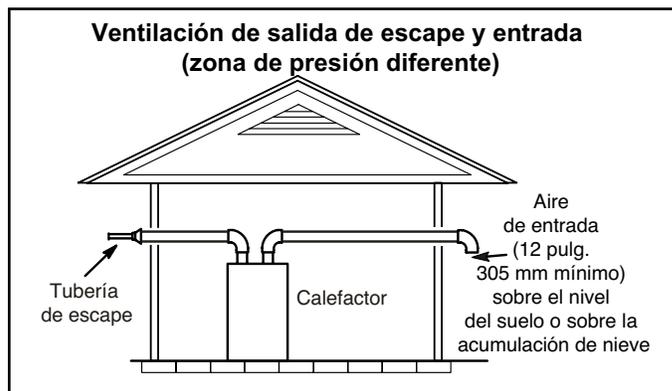
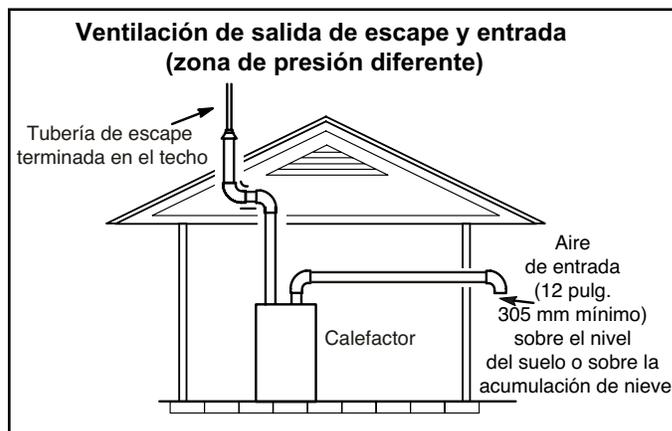

FIGURA 31
FIGURA 32
- 1 - Las terminaciones de entrada y de escape no tienen que estar en la misma zona de presión. Usted puede sacar la entrada en un lado de la estructura y el escape en el otro lado (FIGURA 31). Usted puede sacar el escape por el techo y la entrada por el costado de la estructura (FIGURA 32).
- 2 - Use un destornillador grande de punta plana o una extensión de la boquilla de accionamiento de 1/2" y retire el tapón (Figura 31) de la caja del cabezal del extremo frío en la ubicación apropiada en el costado de la unidad. Instale el accesorio del codo macho hembra de 3/4 NPT en la caja del cabezal del extremo frío. Use cinta de Teflón o un recubrimiento para tuberías apropiado.